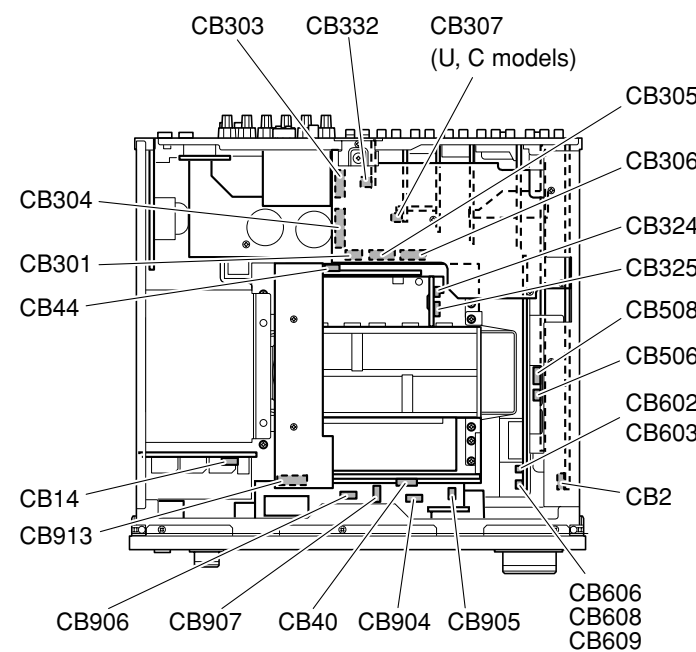

Fig. 3
- c. Remove CB2, CB14, CB904 ~ CB907, and CB913. (Fig. 3)
- c. CB2、CB14、CB904～CB907、CB913を外します。(Fig. 3)
- c. Remove 1 screw (⑪) and 4 screws (⑫). (Fig. 3)
- d. Remove CB301 and CB303 ~ CB306. (Fig. 3)
- c. ⑪のネジ1本、⑫のネジ4本を外します。(Fig. 3)
- d. CB301、CB303～CB306を外します。(Fig. 3)
- d. Remove CB40, CB44, CB307 (U, C models), CB325, CB332, CB506, CB508, CB602, CB603, CB606, CB608 and CB609. (Fig. 3)
- d. CB40、CB44、CB325、CB332、CB506、CB508、CB602、CB603、CB606、CB608、CB609を外します。(Fig. 3)
- b. Remove CB324. (Fig. 3)
- b. CB324を外します。(Fig. 3)